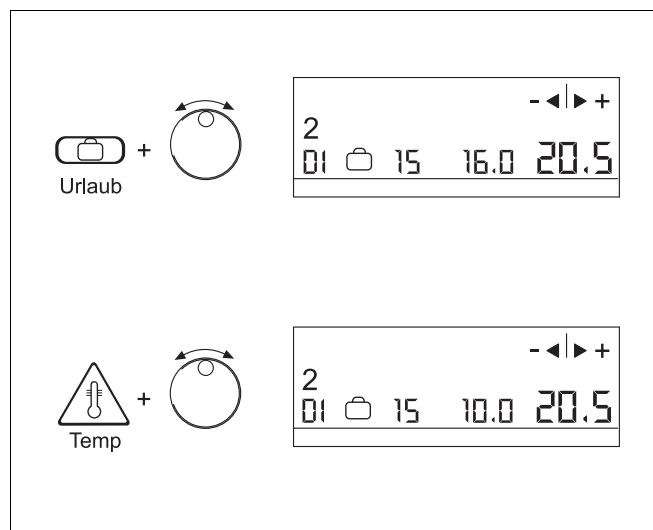

Abb. 19 „Urlaub“-Funktion einstellen
- ▶ Taste „Urlaub“ (Abb. 19) drücken und gedrückt halten.